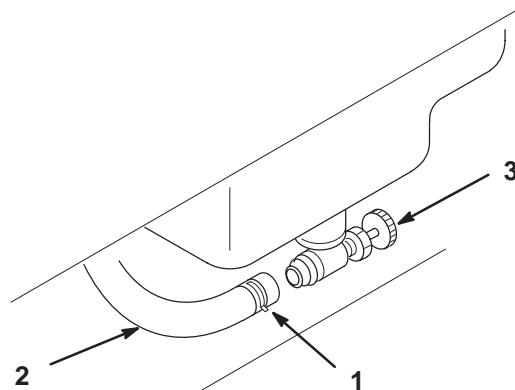

Figure 45
4. Desserrez le collier et repoussez-le le long de la conduite d'alimentation pour l'éloigner du robinet d'arrivée d'essence (Fig. 45).
5. Débranchez la conduite d'alimentation du robinet (Fig. 45).
10. Rapprochez le collier de serrage du robinet pour fixer la conduite d'alimentation (Fig. 45).